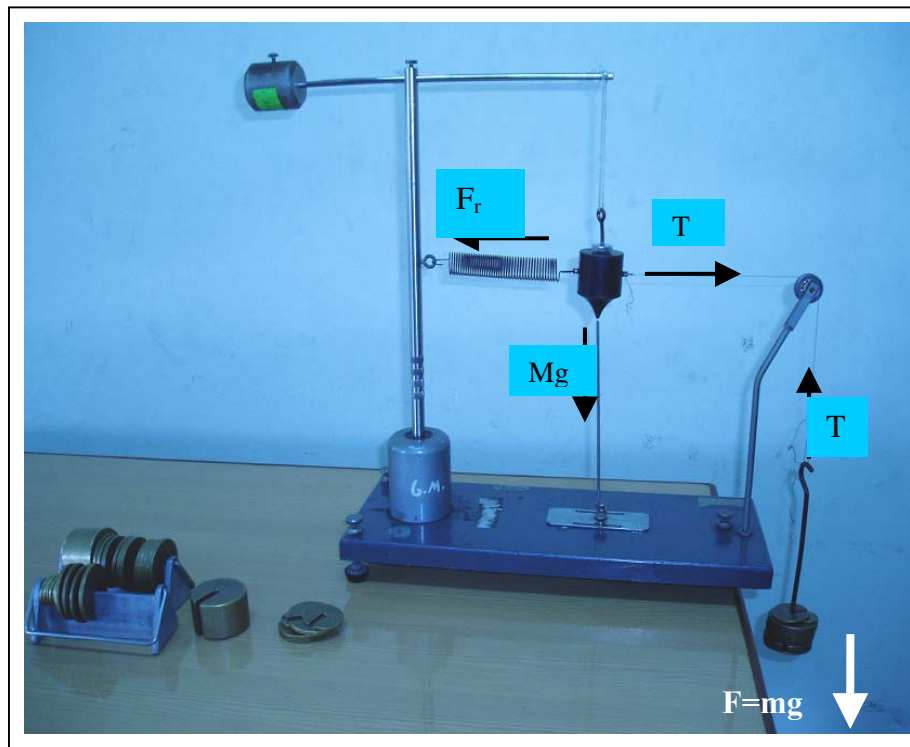

Figura 2
1. Observe la figura 2 y coloque el equipo tal y como se ve, teniendo en cuenta que las masa en el portapesas son el dato 'm' cuyo efecto es llevar al móvil de masa M hasta que la punta de su extremo inferior coincida con el indicador de radios.